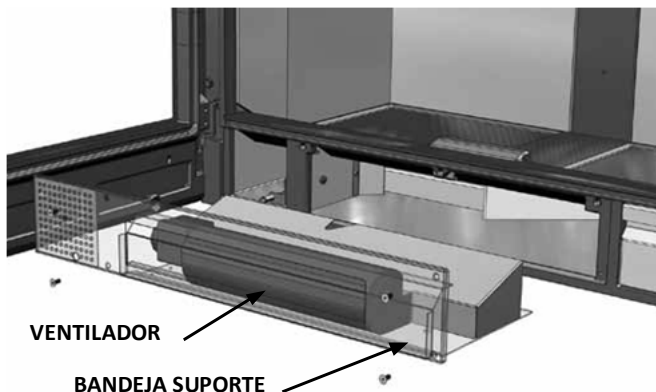

FIG. 2 - Nature 100
2. Após soltar os 4 parafusos (dois nas versões Nature 70 / 80) sacar a bandeja que suporta o ventilador (Fig.2). É preciso ter muito cuidado quando se tirar a bandeja, para evitar danificar a cablagem.